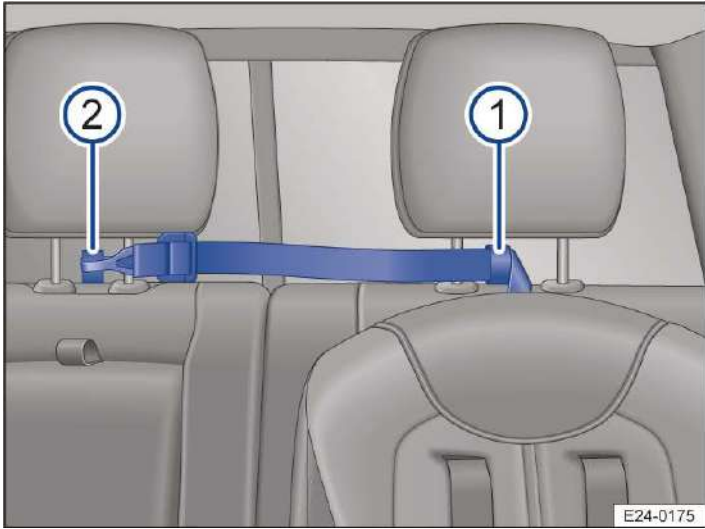

Abb. 5 Top Tether Haltegurt anbringen
2. Oberen Haltegurt durch die Top Tether-Schleife → Abb. 5 (1) unter der Kopfstütze führen.
4. Oberen Haltegurt in die Top Tether-Schleife → Abb. 5 (2) unter der mittleren Kopfstütze einhängen.